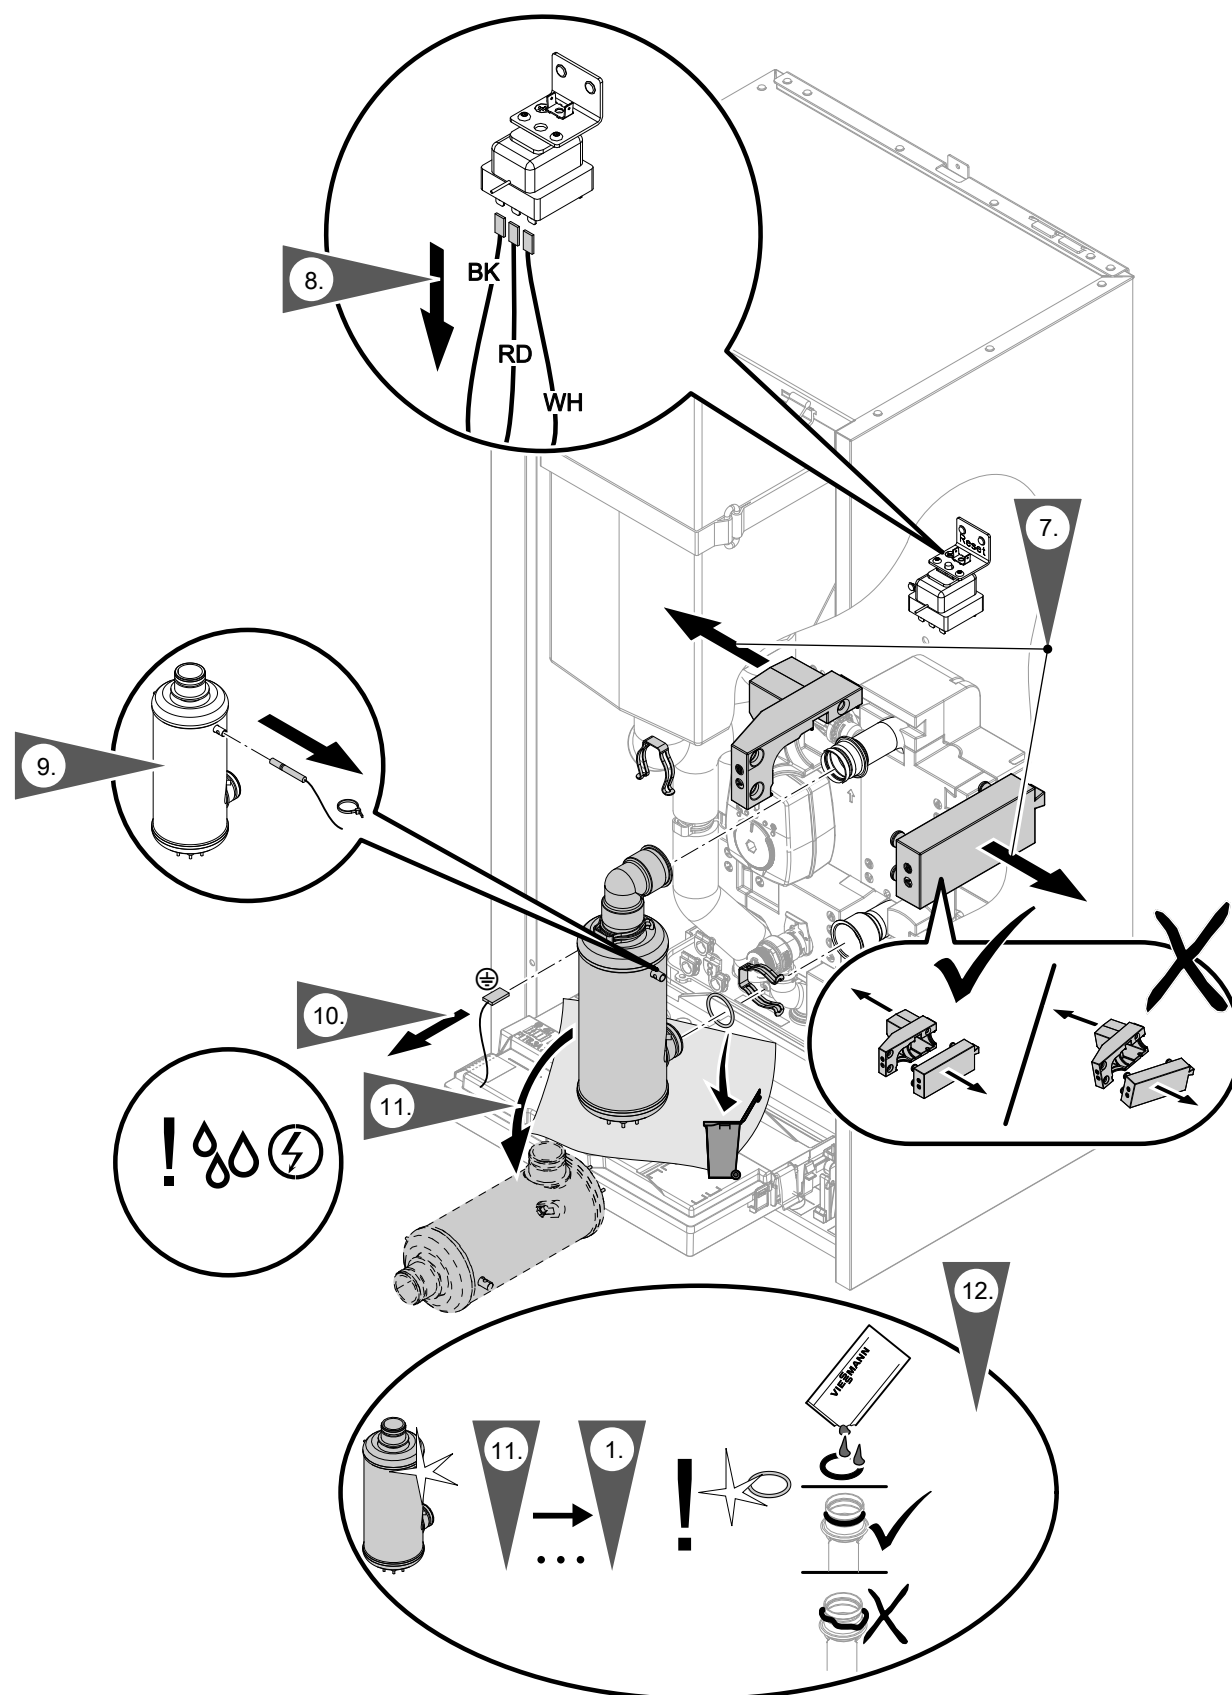

Fig. 78
- Senzor de temperatură la preparatorul instantaneu de agent termic și cabluri electrice la termostatul de siguranță: consultați fig. 78.